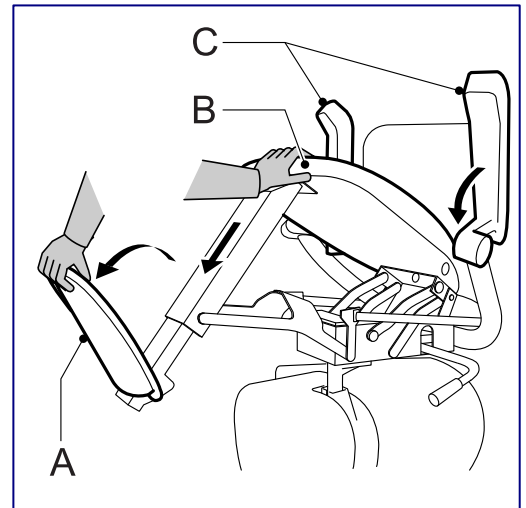

Figura 3.4
- Con una mano despliegue el reposapiés (figura 3.4 A) hacia abajo y con la otra mano el asiento (figura 3.4B).
- Despliegue los dos reposabrazos (figura 3.4 C) hacia abajo.